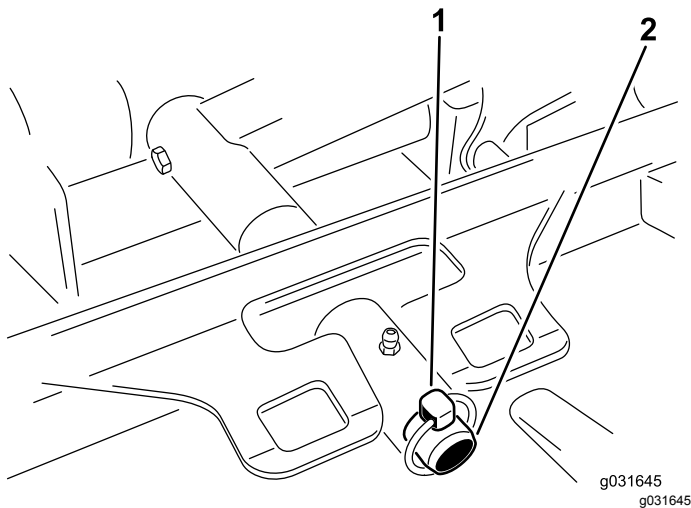

図 68
3. カッティングユニットのキャリアフレームを昇降アームのピボットピンに固定しているリンチピンまたはリテーナナットを外す **図 68**。
3. カッティングユニットのキャリアフレームを昇降アームのピボットピンに入れ、リンチピンとリテーナナットで固定する **図 68**。